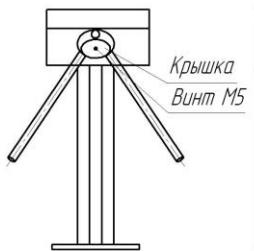

Рис.1 Установка штанг
6.4 Установите штанги. Для этого снимите крышку поворотного механизма, открутив винт M5 (рис.1). Закрепите штанги болтами M10, входящими в комплект штанг.